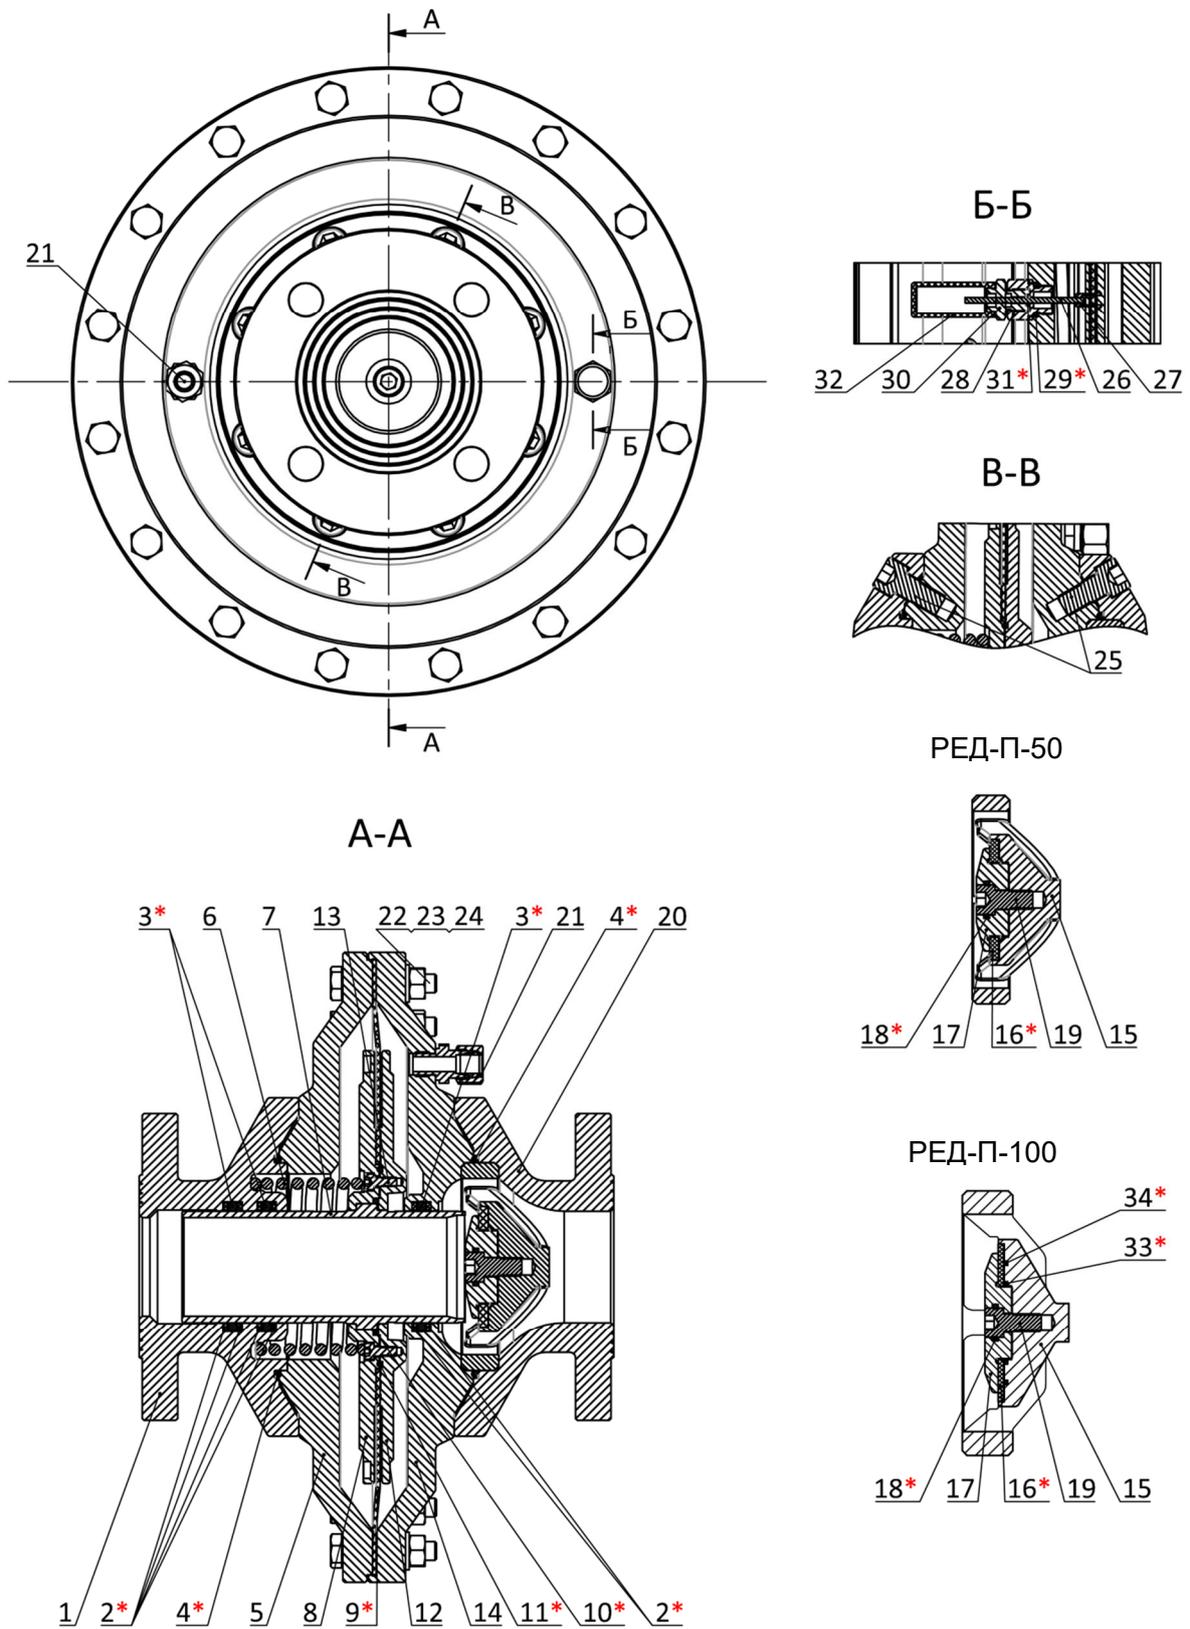

Рисунок 2 – Устройство корпуса клапана предохранительного сбросного (ПСК) «РЕД-П».
8.4.1.2 Общее текущий ремонт ПСК (Приложение А, рисунок 2)
- в) Разделите корпуса (5 и 14), удалив болты (22).